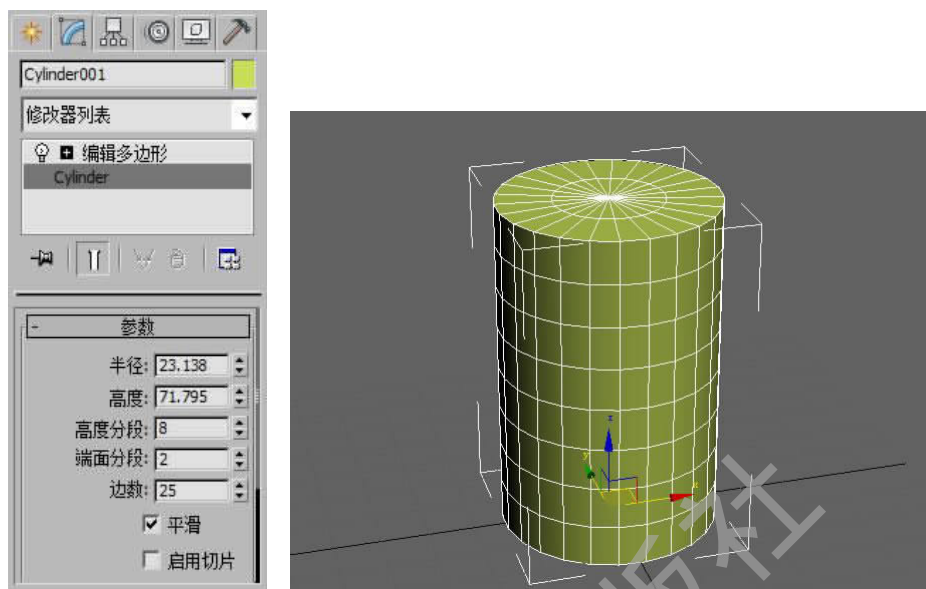

图 2-84 编辑多边形
Step 1. 进入  创建面板 →  几何形体 → 圆柱, 在修改列表中选择编辑多边形, 如图 2-84 所示。